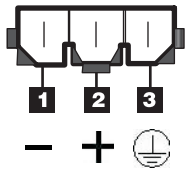

图 14. 直流电源接口 - 引脚位置
- b. 将直流电源线连接到电源。请参阅第 13 页的图 14 和第 13 页的表 1，以了解直流电源接口的引脚位置。